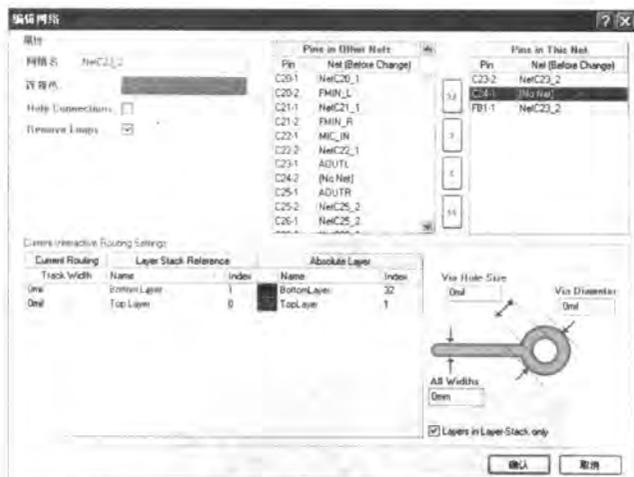

图 9-95 【编辑网络】对话框
- [4] 在【Pins in Other Nets】栏中选中“C24-1”，单击 **+** 按钮，加入到右侧的【Pins in This Net】栏中，如图 9-95 所示。